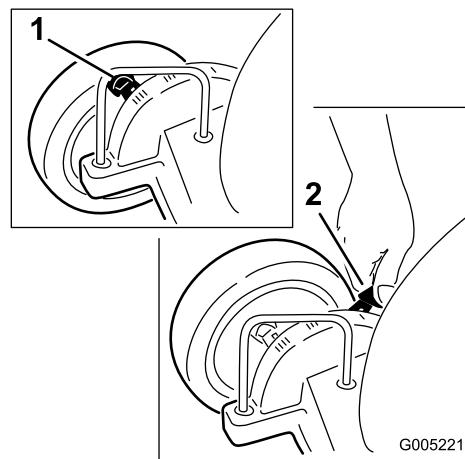
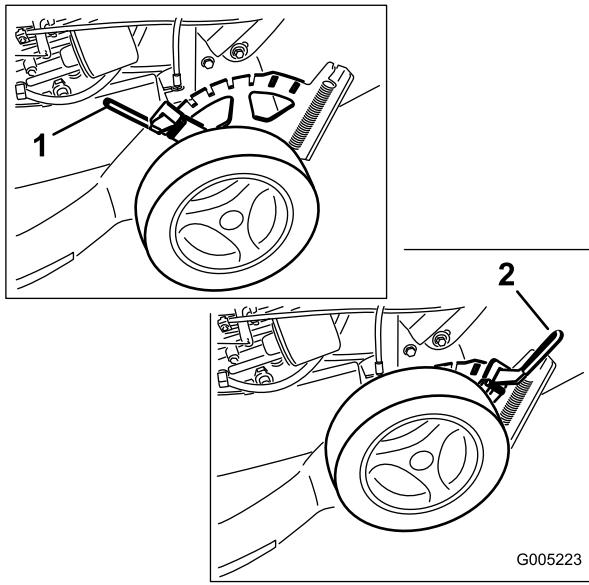

Figura 16
Figura 17
Ciascuna delle ruote anteriori viene regolata con una leva di regolazione dell'altezza della ruota (Figura 16). Le ruote posteriori vengono regolate insieme con una leva di regolazione dell'altezza delle ruote, situata sopra la ruota posteriore sinistra (Figura 17).
1. Tirate ogni leva di regolazione dell'altezza delle ruote anteriori verso la ruota (Figura 16), e spostatela nella posizione opportuna.
1. Estraete la leva di regolazione dell'altezza delle ruote posteriori e spostatela nella posizione opportuna (Figura 17).